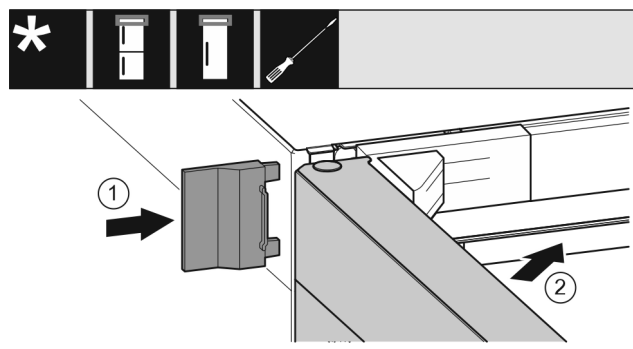

Fig. 22
- Spingere la copertura esterna. Fig. 22 (1)
- Chiudere la porta superiore. Fig. 22 (2)